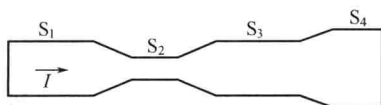

图 1-1-7
4. 如图 1-1-7 所示, 通过各截面积的电流大小正确的是 ()。